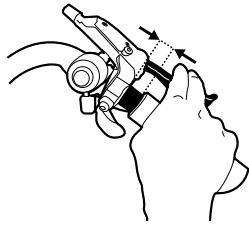

Abb. 11. Abstand zwischen Bremshebel und Lenkergriff
2. Stellen Sie den Abstand des Bremshebels zum Lenkergriff ein, um den Bremshebel leicht mit zwei Fingern erreichen zu können (siehe Abb. 11).